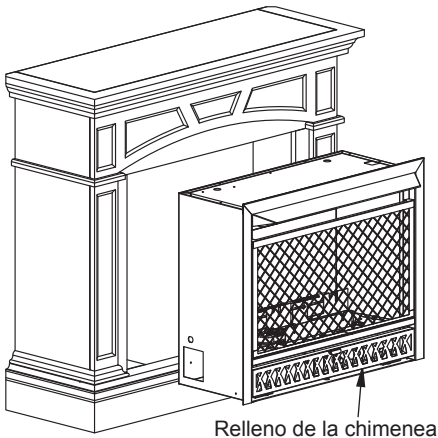

Figura 34
6. Tras el montaje de la repisa de chimenea, elevar a la posición vertical. Con cuidado, empuje el relleno de la chimenea desde el frente de la repisa de chimenea, como se muestra en la Figura 34.